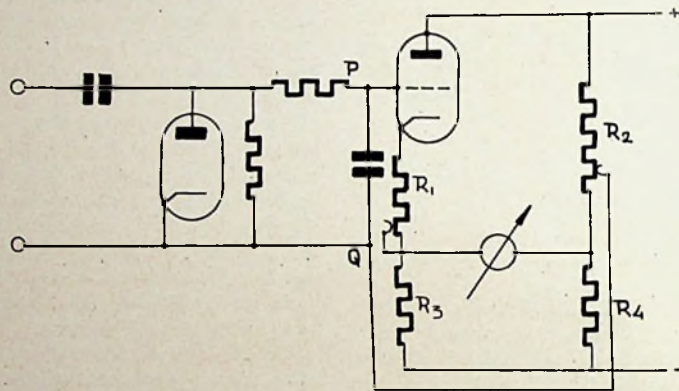

Fig. 7
Een andere schakeling is die van fig. 7. Deze wordt toegepast in een meetinstrument van General Radio. Voor alle meetbereiken wordt de geheele gedetecteerde spanning (PQ) toegevoerd aan de triode. Deze heeft een voor ieder meetbereik